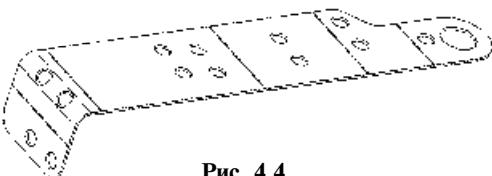

Рис. 4.4
9. Согните пластины по линии сгиба, рис. 4.4, под прямым углом, как показано на рис. 4.4, сгибайте кронштейны в противоположные стороны (зеркально), учитывайте, что кронштейны будут устанавливаться один с правой, другой с левой стороны.